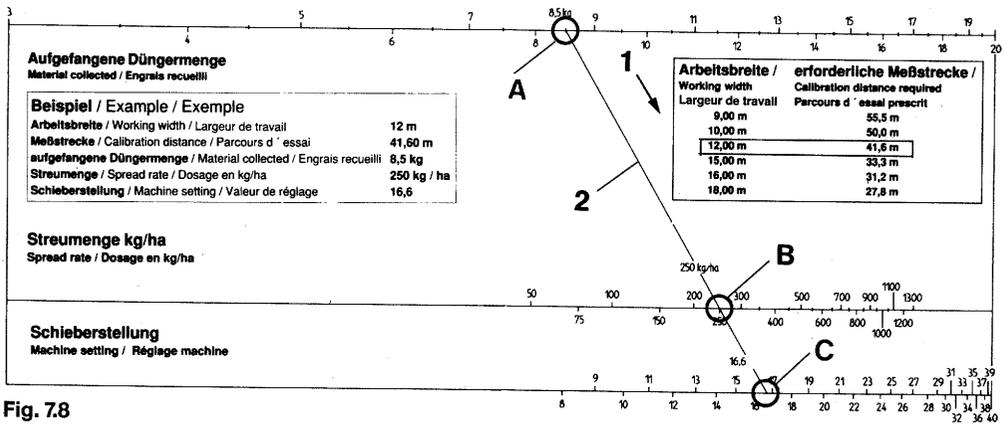

Fig. 7.8
- Für aufgefangene Düngermenge (**8,5 kg**) Zahlenwert auf oberer Skala (Fig. 7.8/A) und für gewünschte Streumenge (**250 kg/ha**) Zahlenwert auf mittlerer Skala (Fig. 7.8/B) aufsuchen. Gerade Verbindungslinie (Fig. 7.8/2) durch beide Punkte legen (z.B. mit Lineal, Bindfaden). Verlängerung von Verbindungslinie zeigt auf unterer Skala (Fig. 7.8/C) erforderliche Schieberstellung "**16,6**".